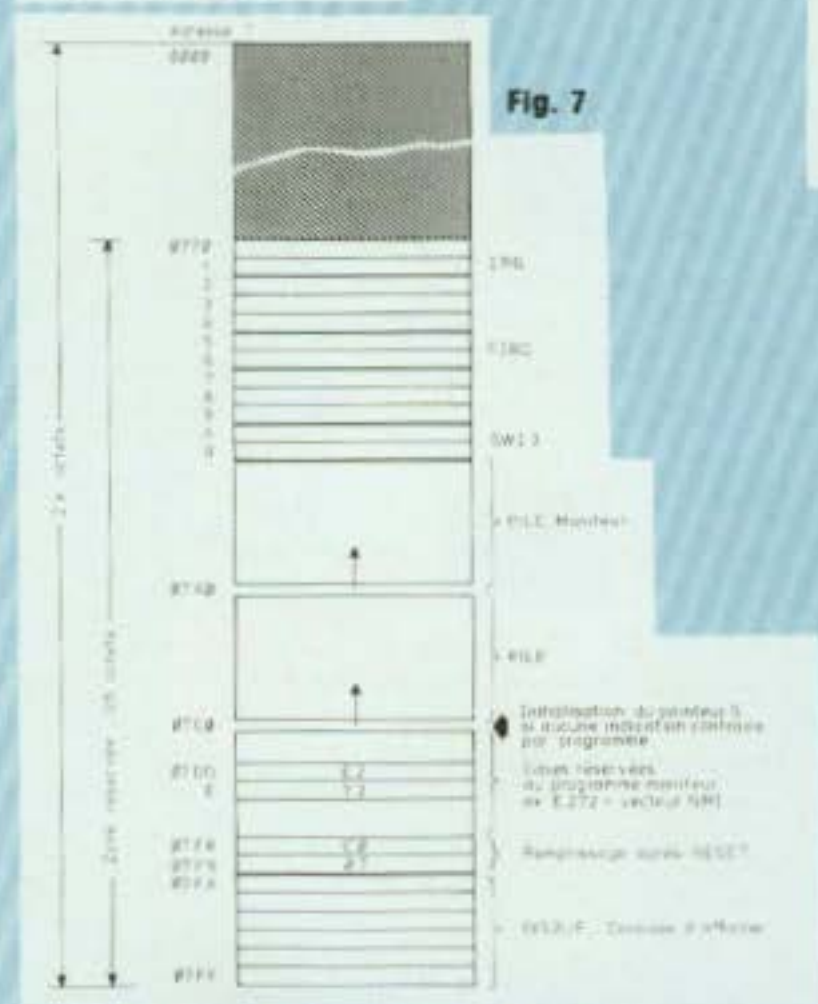

Fig. 7
- Fig. 7 : Plan-mémoire RAM.
La position de cette zone réservée dans la RAM et la répartition des paramètres sont représentées en figure 7. On y remarque que cette zone n'est d'ailleurs pas exclusivement réservée au programme moniteur. D'une part, la pile utilisateur y est située, si le programme-utilisateur ne la place pas ailleurs. D'autre part, le programmeur doit y écrire, au besoin, les adresses de départ des sous-programmes en cas de demandes d'interruption IRQ, FIRO...